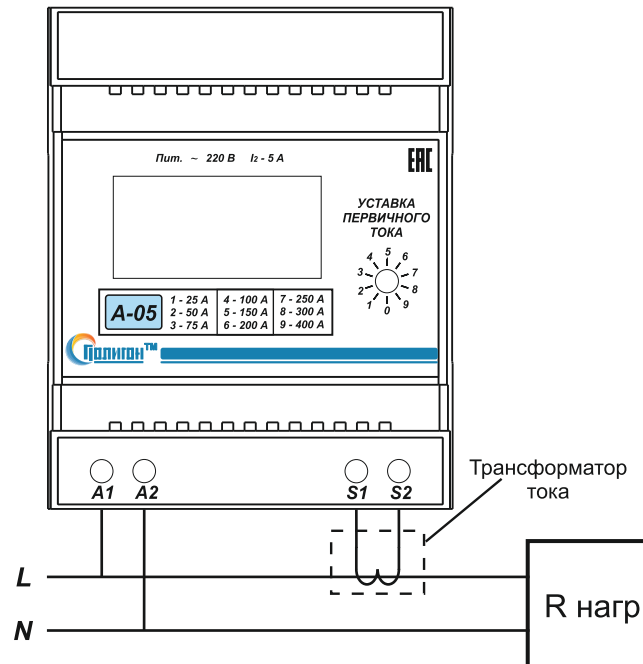

Рис.1. Типовая схема подключения амперметра А-05.
4.3. Произвести подключение входной контролируемой сети, цепей питания согласно маркировке (Рис.1.): А1, А2 - питание; S1, S2 - вторичная обмотка трансформатора тока. Сечение подключаемых проводов должно быть 1,0... 1,5 мм2